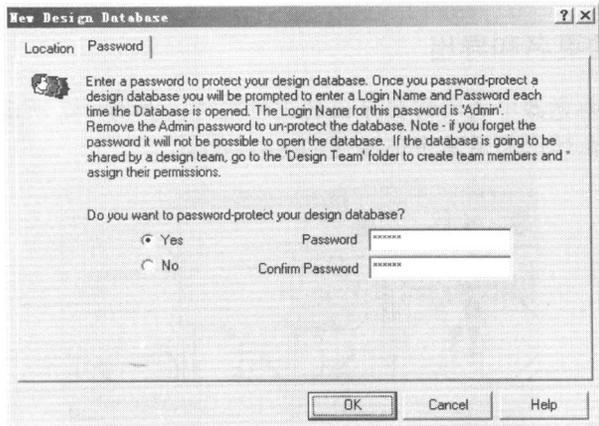

图1-6 设置数据库访问密码
4. 如果有必要，可以单击图 1-5 中所示的【Password】选项卡，在弹出的如图 1-6 所示的对话框中为设计数据库设置访问密码，系统默认的用户名为“Admin”。